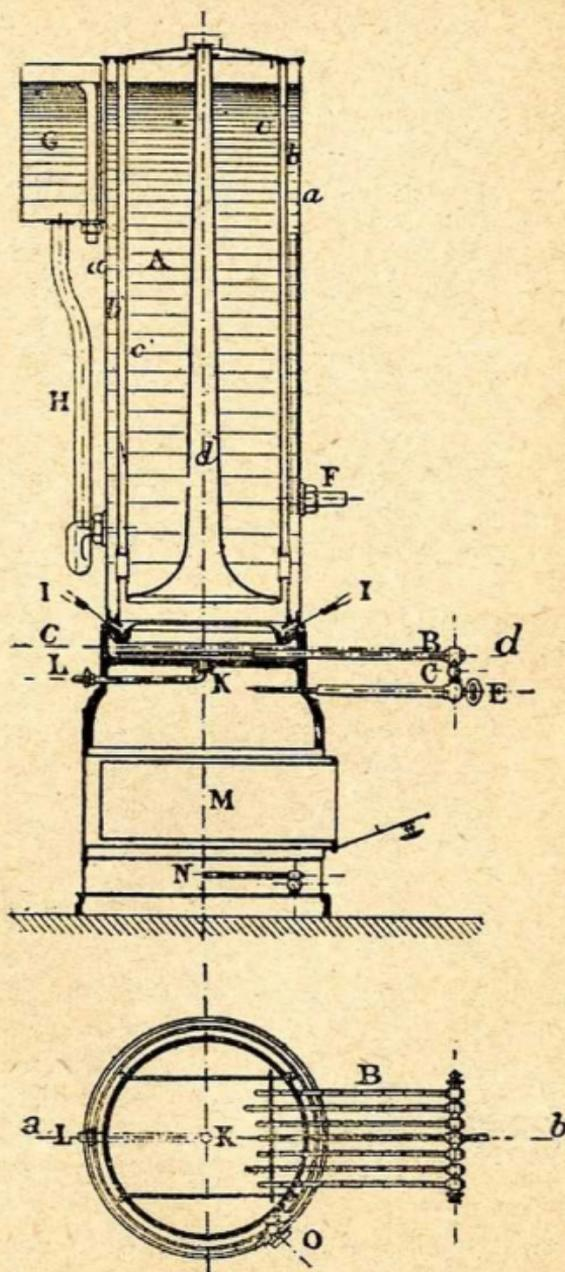

Fig. 266. Appareil Pict.
*Appareil Piet.* — Il consiste (fig. 266) en chaudières avec brûleurs mobiles à robinet d'arrêt de sûreté et bêche d'alimentation à flotteur. L'allumage se fait du dehors.